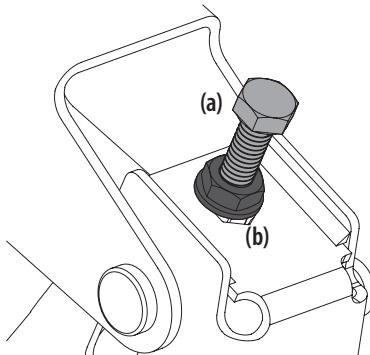

Figura 38
3. Ubique los pernos de ajuste (a) del lado izquierdo y derecho de la plataforma. Consulte la Figura 38.
4. Afloje pero no extraiga las contratuercas (b) en el perno de ajuste. Ajuste el perno de ajuste derecho o izquierdo arriba o abajo según sea necesario hasta que la altura de un lado a otro sea equivalente. Consulte la Figura 38.
5. Cuando se logra el ajuste correcto, vuelva a apretar la contratuerca (b). Ajuste hasta 57 pies-libras (77.3 N·m). Consulte la Figura 38.